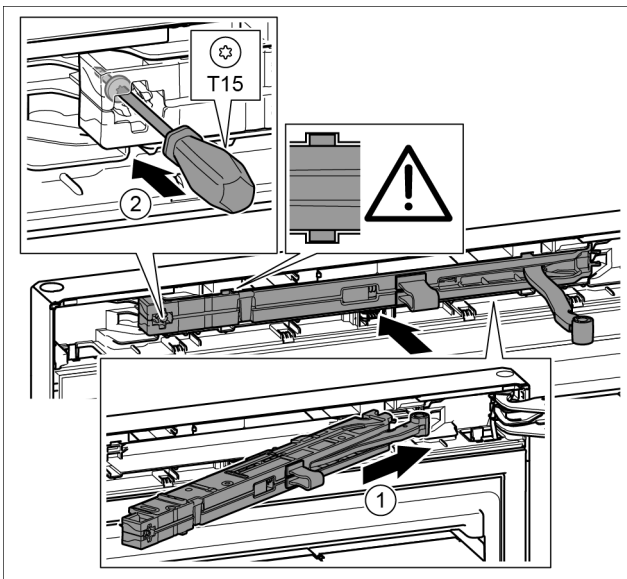

Fig. 47
- Inclinando nell'incavo spingere l'unità dell'ammortizzatore di chiusura sul lato del blocco di supporto fino alla battuta. Fig. 47 (1)
- Stringere la vite con un cacciavite T15. Fig. 47 (2)